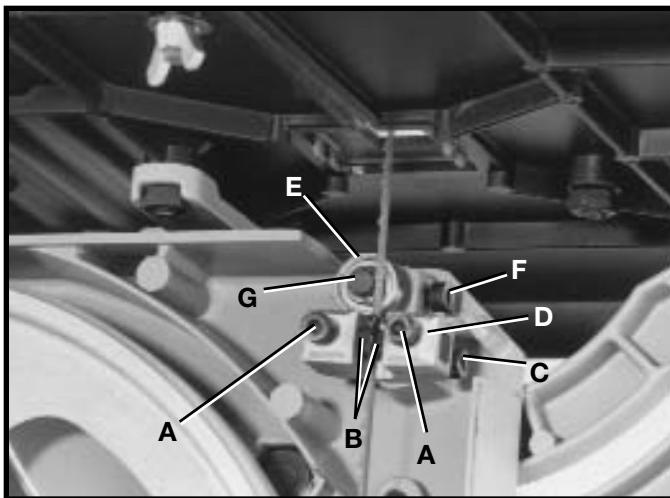

Fig. 24
1. Afloje los dos tornillos (A) Fig. 24 y mueva las guías (B) lo más cerca posible a los lados de la hoja, teniendo cuidado de no constrictorar la hoja entre las guías. Apriete entonces los dos tornillos (A).
2. Los bordes delanteros de los bloques guía (B) Fig. 24 deben ajustarse de tal manera que queden justo detrás de las "gargantas" de los dientes de la hoja al aflojar el tornillo (C) y mover el ensamblado (D) hacia adentro o afuera, como resulte necesario. Apriete entonces el tornillo (C).
3. El cojinete de apoyo de la hoja inferior (E) Fig. 24 debe ajustarse para apoyar la parte trasera de la hoja durante la operación de corte, así como para impedir que la hoja de la sierra sea empujada hacia atrás excesivamente, lo que podría resultar en daño a las dientes de la hoja. El cojinete de apoyo (E) Fig. 24 debe ser fijado aproximadamente 1/32 pulg. detrás de la hoja al aflojar el tornillo (F) Fig. 24 y moviendo el eje (G) hacia adentro o afuera. Apriete entonces el tornillo (F).
4. El cojinete de apoyo de hoja inferior (E) Fig. 24 también debe ser ajustado de tal manera que el borde posterior de la hoja pueda solapar el diámetro externo del cojinete por aproximadamente 1/8 pulgada. El cojinete de apoyo de la hoja (E) se encuentra fijado sobre un eje excéntrico. Para cambiar la posición del cojinete (E), afloje el tornillo (F) Fig. 24 y gire el eje (G) Figs. 24 y 25, utilizando un destornillador recto hasta que la hoja quede correctamente solapada sobre el cojinete de apoyo. Apriete entonces el tornillo (F) Fig. 24.